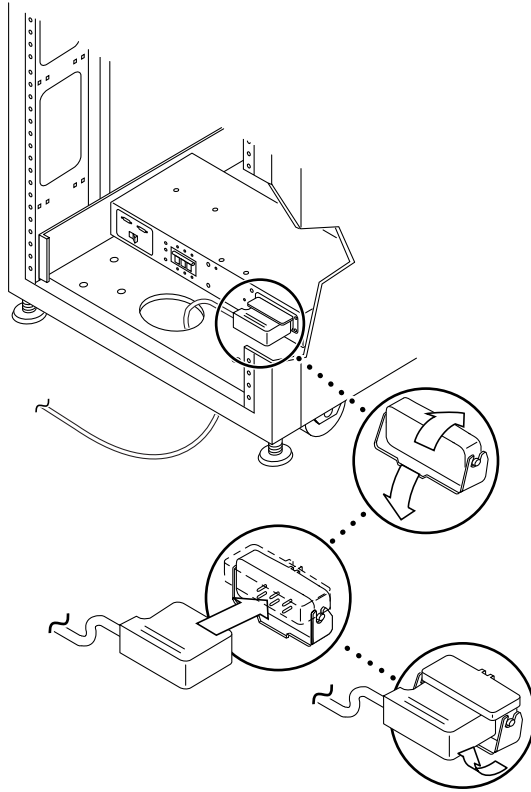

图 3-3 连接交流电源线
5. 将每个交流电源线的插孔端连接到电源序列发生器连接器（图 3-3）。